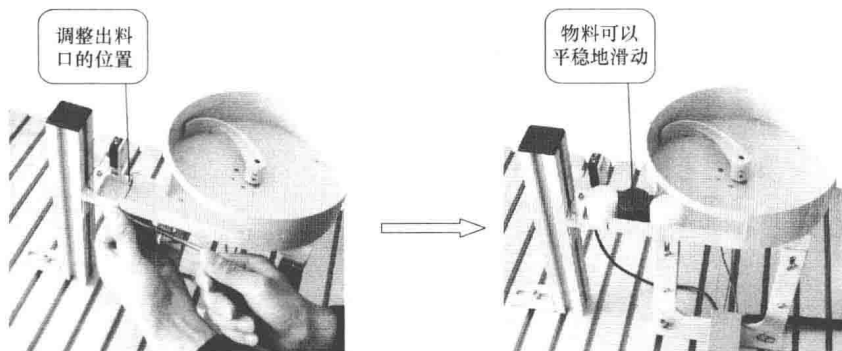

图 1-13 机械调整过程
5) 机械调整。如图 1-13 所示, 调整出料口的上下、左右位置, 保证物料滑移平稳、不会产生堆积或翻倒现象, 完成后将各部件紧固。